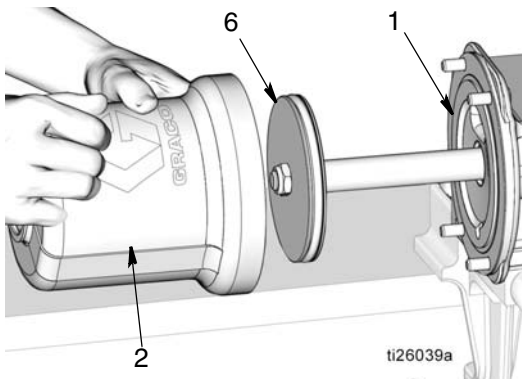

图 51
- a. 使用干净的布擦拭气缸 (2) 的内部，除去任何脏污或污染物。
- b. 在气缸 (2) 的内表面涂抹薄薄一层滑脂。滑动气缸 (2) 在活塞 (6) 上，完全向下推，直至其牢牢就位于泵底座 (1) 上。参见图 51。